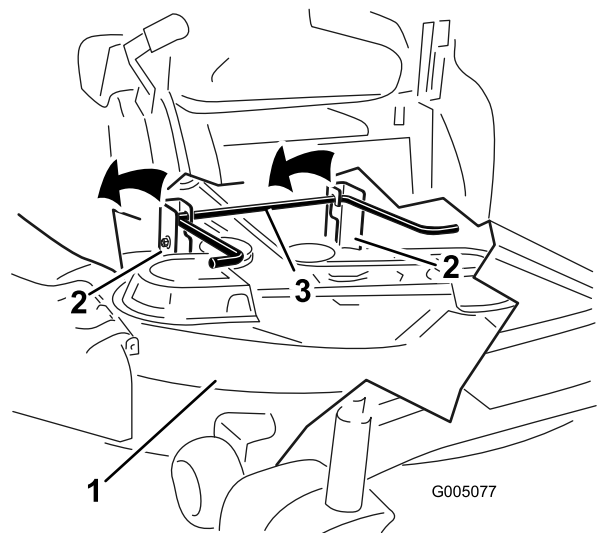

Figura 58
5. Usando las asas de la carcasa de corte, eleve la carcasa de corte y separe ésta y las pletinas de suspensión de la varilla de elevación trasera; luego baje el cortacésped con cuidado al suelo (Figura 58).
5. Eleve la parte trasera de la carcasa de corte y coloque las pletinas de suspensión sobre la varilla de elevación trasera (Figura 58).